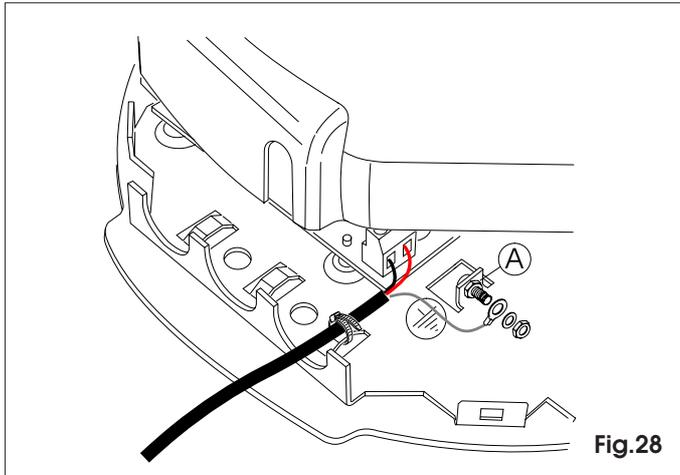

Fig.28
9.1 Connecter le câble d'alimentation conformément à la figure 28 en le bloquant avec une fixation dans la zone indiquée.
9.2 Insérer la vis dans le siège approprié et serrer avec une rosette + écrou (fig.28 rif.A).